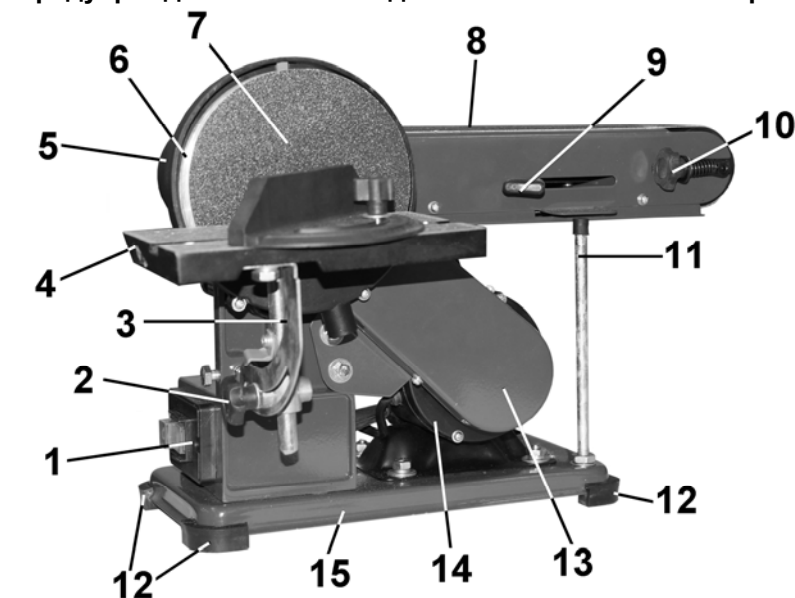
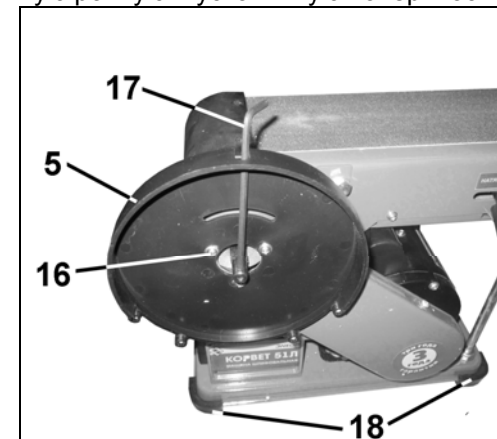

Рис. 2
Рис. 3
12.1. Смена и регулировка шлифовальной ленты (Рис. 2)
12.1.1. При необходимости установки новой шлифовальной ленты (31) переместите рукоятку (9) в сторону ведомого ролика шлифовальной ленты. Когда шлифовальная лента (31) ослабнет, снимите старую шлифовальную ленту и замените ее новой. Переместите рукоятку (9) в сторону ведущего ролика шлифовальной ленты. Проверьте правильность установки шлифовальной ленты (31) вращением ее вручную в направлении ведущего ролика. Если траектория шлифовальной ленты (31) проходит не по центру, отрегулируйте ее вращением винта регулировки (10), Рис.2. При включении машины шлифовальная лента (31) должна находиться в средней части роликов.
12.3.1. Демонтируйте шлифовальный диск (6) и защитный кожух (5), Рис.3, и кожух ремня (13), Рис.2.
12.3.2. Ослабьте четыре болта крепления двигателя к станине (15), Рис.2.
12.3.4. Отрегулируйте натяжение нового ремня и затяните болты крепления двигателя к станине (15), Рис.2.
12.3.5. Установите и закрепите кожух ремня (13), Рис.2. Установите шлифовальный диск (6) и защитный кожух (5), Рис.3.
Установите четыре резиновые опоры (18), Рис.3, на углы основания (15), Рис.2. Установите машину на горизонтальную ровную и устойчивую поверхность верстака, исключив возможность опрокидывания машины при работе.
8.2. Установка шлифовального диска (Рис. 3; 4)
Установите и закрепите защитный кожух (5), Рис.3. Проверните шпindel, так чтобы фрезеровка (лыска) вала (21) была направлена вверх и совпала с отверстием защитного кожуха (5).